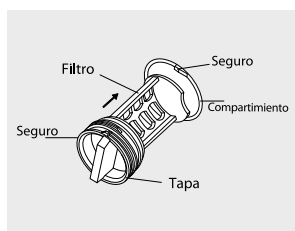

Figura 33
- Vea que el filtro quede alineado a la izquierda y que la guía se ajuste a la ranura. (Figura 33)